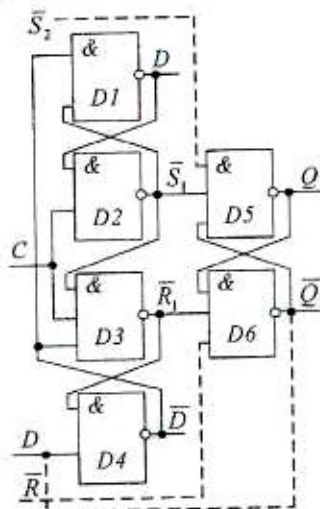

Рис. 1.5. D -тригер з динамічним керуванням
1. Складіть схему тригера за рис. 1.5.